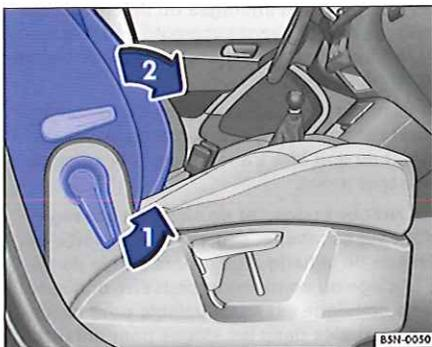
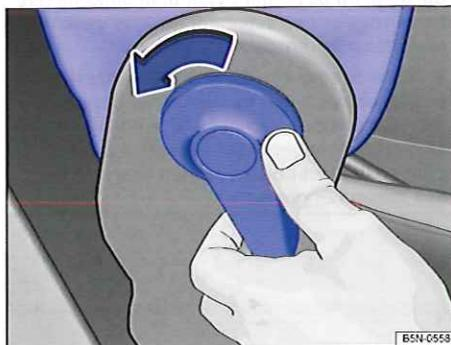

Fig. 58 Escamotage du dossier de siège du passager avant.
Fig. 59 Déverrouillage du dossier de siège escamotable du passager avant.
- Déverrouillez le dossier de siège du passager avant  $\Rightarrow$  fig. 58 (flèche 1) et  $\Rightarrow$  fig. 59.
- Escamotez le dossier de siège du passager avant en position horizontale  $\Rightarrow$  fig. 58 (flèche 2).
- Pour relever le dossier de siège du passager avant, déverrouillez-le de nouveau  $\Rightarrow$  fig. 58 (flèche  $^{\circ}1$ ).